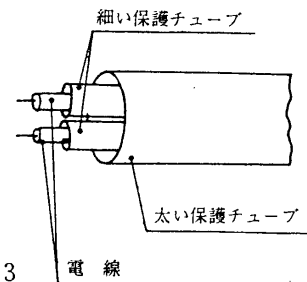

図3
- ① 電源穴に電線を通してください。
- ② 保護チューブ(細いものが2本、太いものが1本)が付属してあります。細い保護チューブに各々電線を通し、この2本を太い保護チューブに通してください。(図3)
- ③ 電線に保護チューブをかぶせたあと、端子盤のカバーを、止めねじをゆるめてはずし、電線を接続してください。
- ④ 端子盤のカバーを再び取り付け、次にコード押えで電線を実際に固定してください。このとき必ず保護チューブが器具外までかぶっているようにしてください。
- ⑤ 反射板を取り付けてください。
- ⑥ ソケットにランプ(別売り)をねじ込んでください。
- ⑦ 化粧棒を取り付け、化粧ねじを確実に締め付けてください。